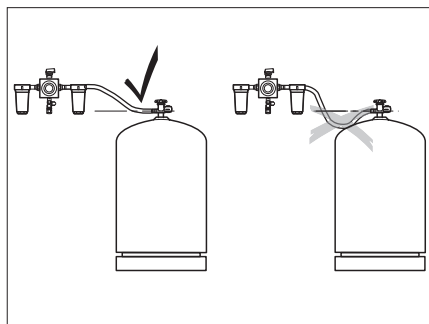

Fig. 235 Posa dei tubi flessibili ad alta pressione
- ▷ Nella posa dei tubi flessibili ad alta pressione verificare che i tubi siano sempre in pendenza verso l'alto (Fig. 235).